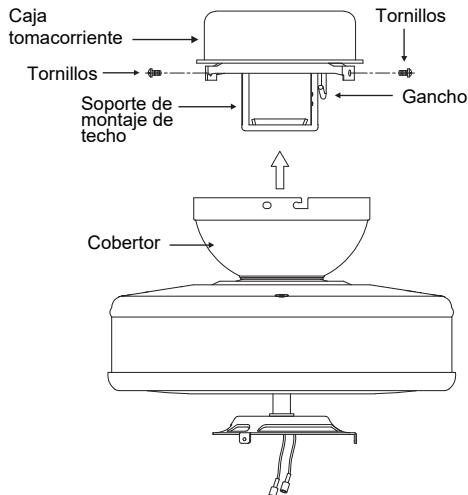

Fig. 16
**Paso 3.** Asegúrese de que los cuatro tornillos de montaje estén bien ajustados. (**Fig. 16**)